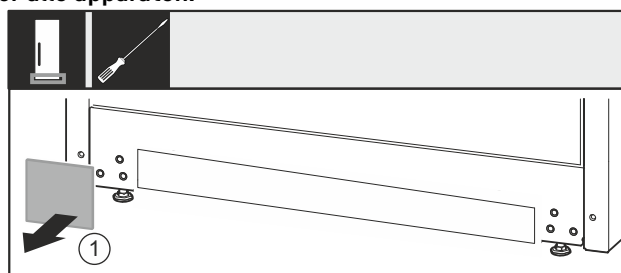

Fig. 36
- ▶ Afdekking Fig. 36 (1) wegnemen.